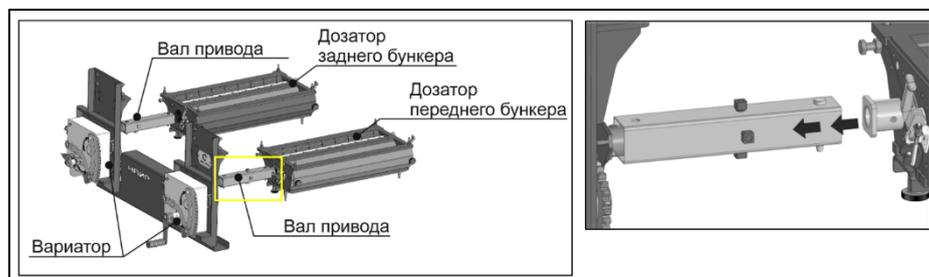

Рисунок 22 – Вал привода
3. Отсоединить неиспользуемый дозатор от кинематики – снять приводной вал дозатора (рис. 22).
Для установки соответствующего высевającego вала необходимо снять вал привода, рис. 22.